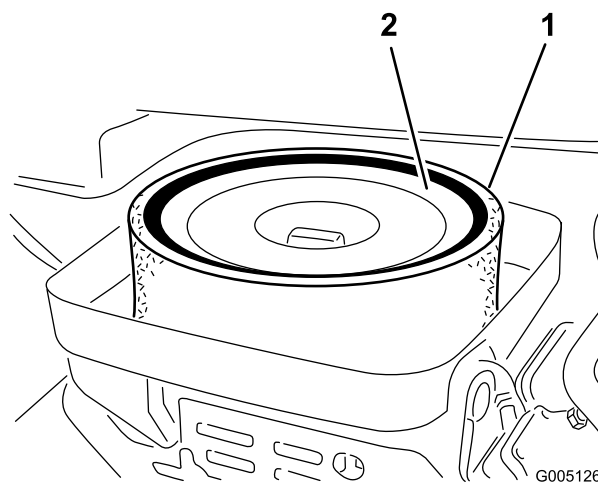

図 41
3. エレメントをエアクリーナに固定している蝶ナットを外す **図 41**。
4. スポンジ **図 41** を点検し、汚れていればペーパーエレメントから外す。以下の要領で丁寧に清掃してください。